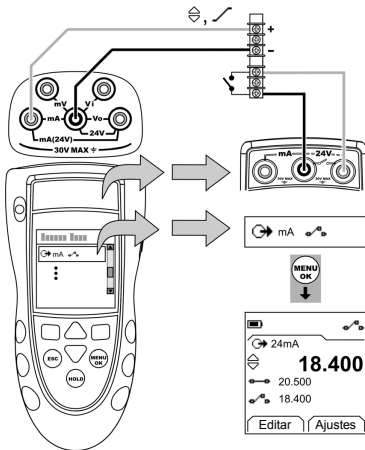

Figura 5: Exemplo de configuração – Teste de chave
1. Conecte o instrumento (Figura 5) e, se necessário, ajuste o *Conf.* (Tabela 1).